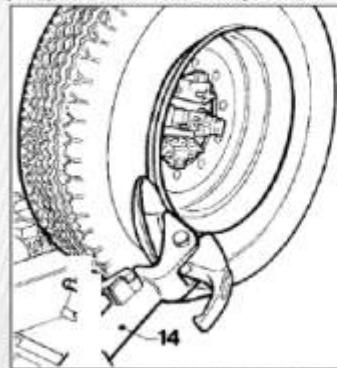
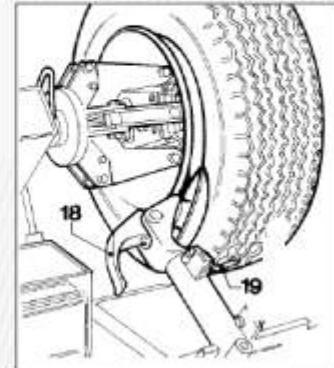

Рисунок 14
Рисунок 15
- 3) Установите кронштейн съемного рычага покрышки 14 (рис. 14) в рабочее положение и дайте ему зафиксироваться.
- 4) При помощи переносного блока управления маневрируйте колесом до тех пор, пока внешняя часть обода не появится из-за диска (рис. 14).
- 7) Отведите кронштейн съемного рычага покрышки 14 (рис. 14) в сторону и установите его в не рабочее положение, откав его установочную рукоятку, затем переведите его во второе рабочее положение (рис. 15).
- 8) Нажмите на рукоятку установки съемного рычага 19 (рис. 15) и поверните головку рукоятки на 180°, пока он автоматически не зафиксируется.
Примечание: Чтобы лапка 18 (рис. 15) не мешала, ее можно наклонить.